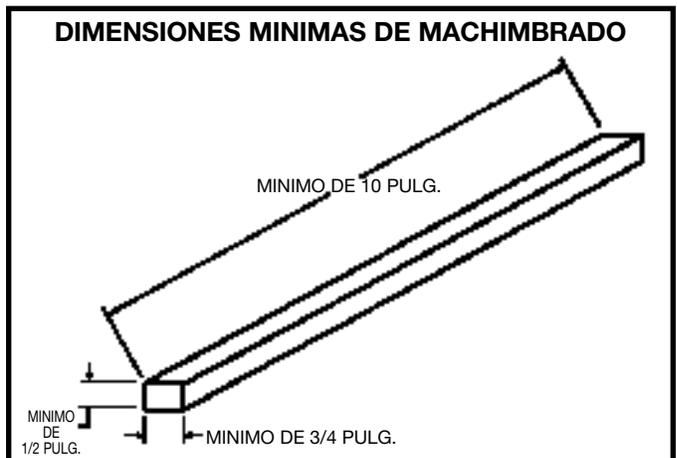

Fig. 66
**NO REALICE OPERACIONES DE MACHIMBRADO SOBRE MATERIALES MAS CORTOS QUE 10 PULG., MAS ANGOSTOS QUE 3/4 DE PULG. O CON MENOS DE 1/2 PULG. DE GRUESO (REFIERASE A LA FIG. 66).**